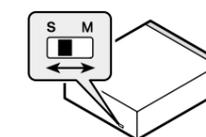

Fig. 18
- Mode IP-BUS (S) – Utiliser ce mode avec un appareil central Pioneer disposant d'une entrée IP-BUS ou d'une unité de contrôle à processeur multi-canaux
- Mode ADD-ON (M) – Utilisez ce mode avec un autoradio disposant d'entrées audio RCA ou d'une capacité de réception FM
- **Utilisez un tournevis à pointe standard étroite pour changer la position du commutateur de mode de fonctionnement à l'arrière de l'appareil. (Fig. 18)**